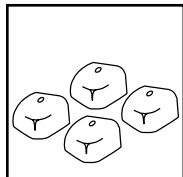
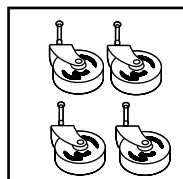

FIGURA 1
FIGURA 2
1. Con su aspiradora de materiales líquidos y sólidos encontrará cuatro ruedas **FIGURA 1**, cuatro bases para las ruedas **FIGURA 2** y cuatro tornillos.